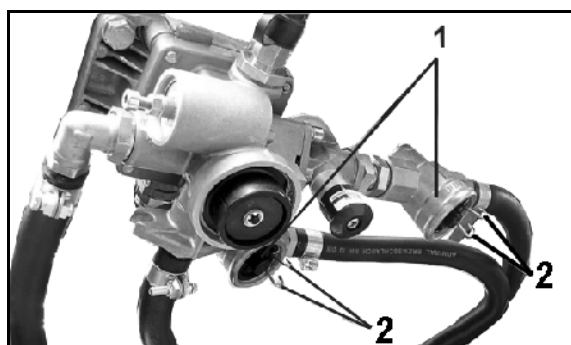

Рис. 83
Очищайте оба фильтра (Рис. 83/1) каждые 3 месяца (при сложных условиях эксплуатации – чаще). Для этого:
1. Сожмите лапки (Рис. 83/2) и извлеките замок в сборе с кольцом круглого сечения, нажимной пружиной и патроном фильтра.